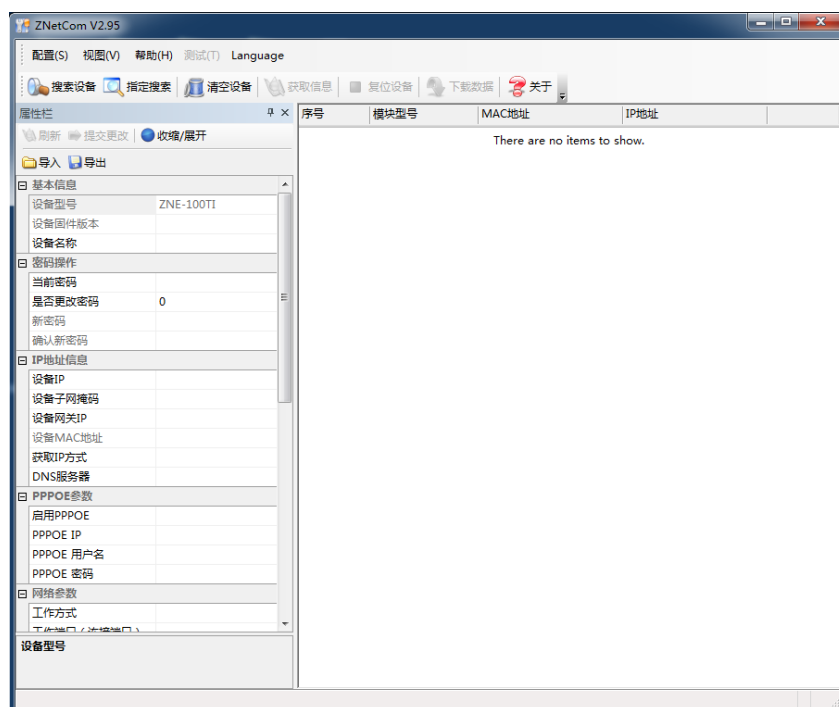

图 4.2 ZNetCom 软件运行界面
3. 双击 ZNetCom2 运行 ZNetCom 软件（如果是 WIN7 以上系统，需要右击，以管理员身份运行），出现如图 4.2 所示界面。